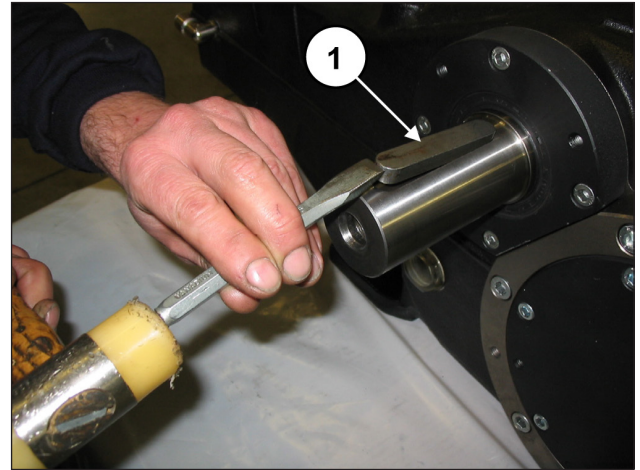

Abb. 8
Nehmen Sie die Passfeder von der Zapfwelle ab (Pos. ①, Abb. 8).